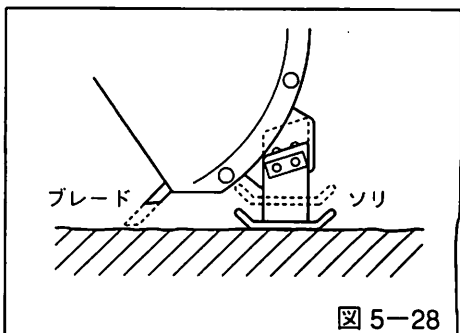

図 5-28
- 整地された路面、アスファルト路面を除雪する場合にはソリのボルトを緩めてソリを上へ上げ、ブレードをソリと同じ高さまでセットすれば、路面ストレスまできれいに除雪ができます。(図5-28参照)